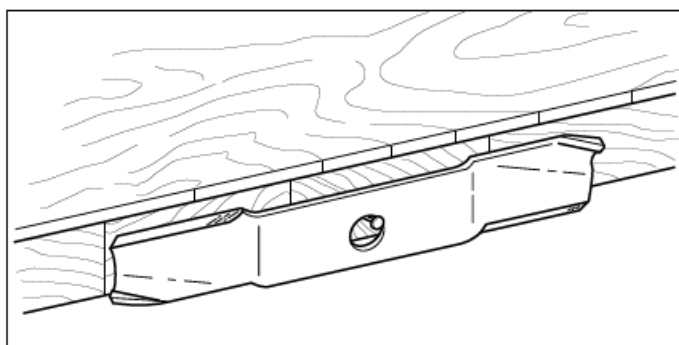

図 20 ブレードのバランスの確認
5. 図 20 のようにブレードのバランスをみます。ブレード中心の穴に釘を打ちます。バランスのとれているブレードは、水平を保ちます。水平が保てない場合は、研磨し直すか、交換して下さい。